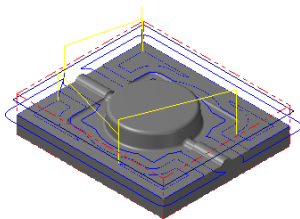

图 12.20 刀具路径
(1) 在“曲面精加工浅平面”对话框中单击 **浅平面精加工参数** 选项卡，在 **浅平面精加工参数** 选项卡的 **大切削间距 (M)** 文本框中输入值 8，选中 ☒ **切削顺序依照最短距离** 复选框。
(2) 单击 **间隙设置 (G)...** 按钮，系统弹出“刀具路径的间隙设置”对话框；在 **位移小于允许间隙时，不提刀** 区域的下拉列表中选择 **沿着曲面 (s)** 选项，选中 ☒ **切削顺序最佳化** 复选框；单击 ☒ 按钮，系统返回至“曲面精加工浅平面”对话框。
Step6. 单击“曲面精加工浅平面”对话框中的 ☒ 按钮，同时在图形区生成图 12.20 所示的刀具路径。